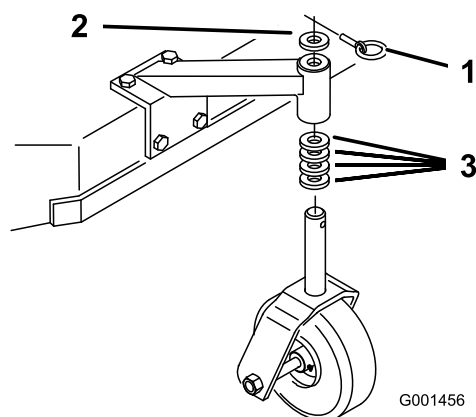

Figure 19
en fonction du trou de réglage de l'essieu sélectionné (Figure 19).
2. Retirez la goupille de verrouillage, sortez la roue pivotante de son support et changez les entretoises (Figure 19).
3. Mettez la roue pivotante en place dans le support et insérez la goupille de verrouillage (Figure 19).